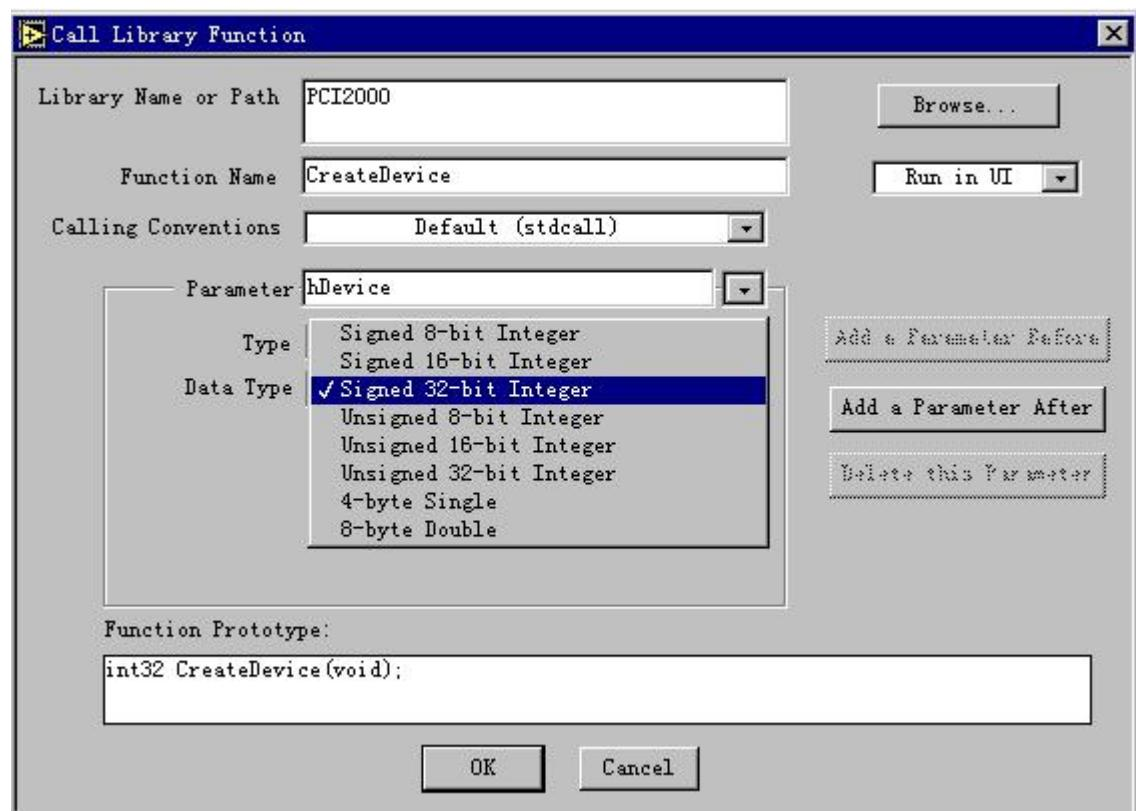

图 17 选择指定返回值的数据类型
6. 在 Data Type 中选择 Signed 32-Bit Integer 类型, 如图 17。且确保 Pass 栏为 Value 选项